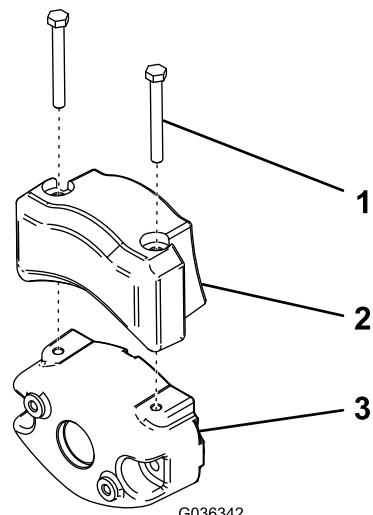

Figura 10
4. Fissate il contrappeso elettrico al contrappeso esistente con 2 viti a testa cilindrica, come illustrato nella Figura 10.